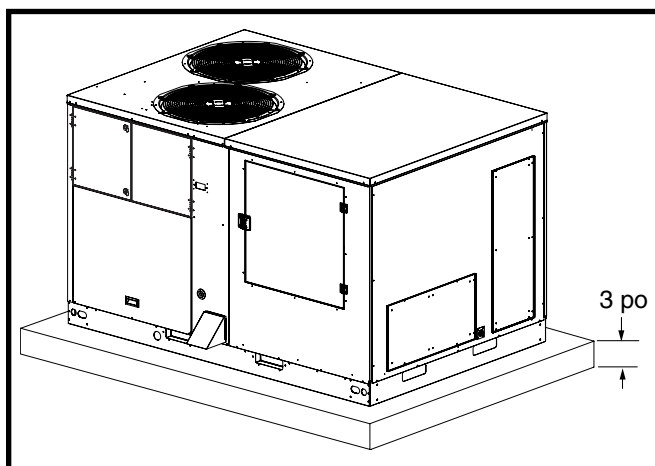

Figure 7. Coussin de montage
- Une dalle de montage (Figure 7 \(page 9\)) doit être installée et séparée de la fondation de l'édifice. La dalle doit être de niveau pour assurer une évacuation adéquate de la condensation et assez résistante pour supporter le poids de l'appareil. La dalle doit être à au moins 8 cm au-dessus du sol et offrir un drainage adéquat.